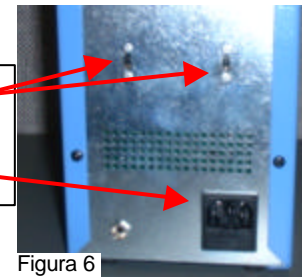

Figura 6
1. Alinee el dispositivo llave/cerradura del cartucho de punta con la muesca frontal de la herramienta. Consulte la figura 6.